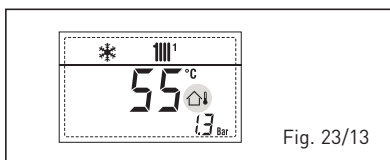

Fig. 23/13
- INTERVENTO TERMOSTATO SICUREZZA PRIMA ZONA MISCELATA "ALL 20" (fig. 23/14)